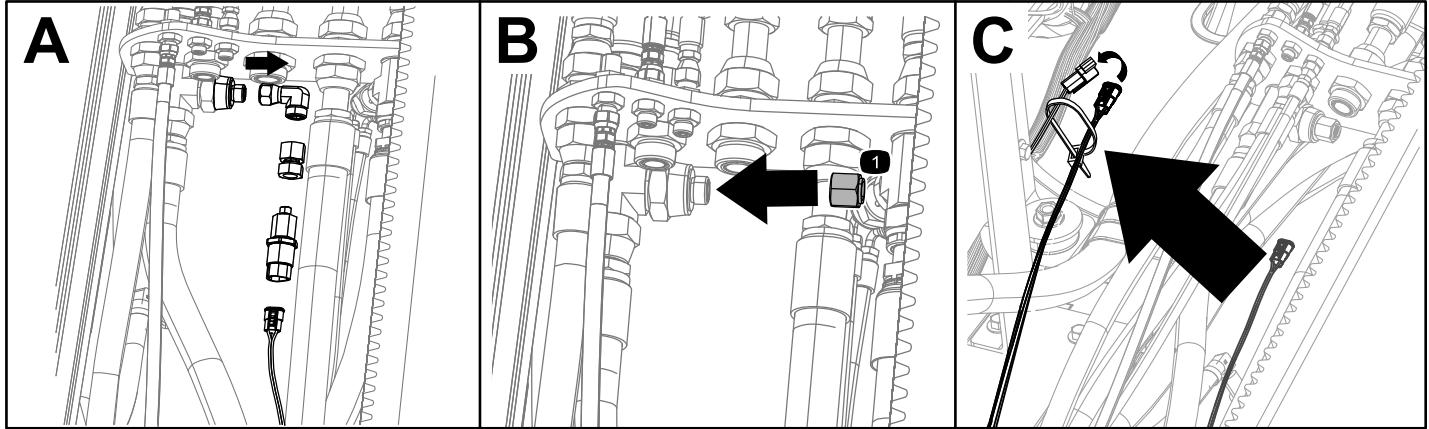

Figura 8
2. Desconecte el arnés de cables del acoplamiento del transductor (Figura 8, A).
3. Retire el conjunto del transductor y el acoplamiento (Figura 8, A).
4. Instale el tapón en el orificio (Figura 8, B).
5. Traslade el arnés actual hasta el bastidor y conéctelo al arnés de cables nuevo (Figura 8, C).